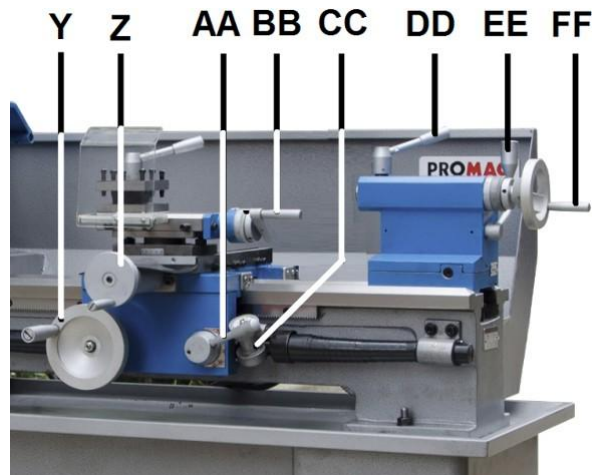

Figure 10-6 : Commandes de la machine
La course du tablier (Y, Fig 10-6), la course de la glissière transversale (Z) et de la glissière supérieure (BB) peut être effectuée sur l'avance longitudinale et transversale.
Abaissez le levier demi-écrou (AA, Fig 10-6) pour engager l'avance longitudinal automatiquement. Remontez-le pour désengager.
Engagez le demi-écrou (AA, Fig 10-6).